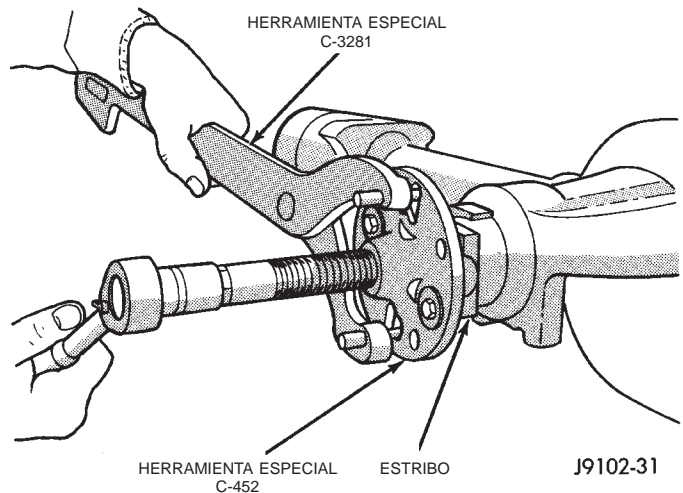

Fig. 17 Desmontaje del estribo del piñón
- (9) Para extraer el estribo del piñón, utilice el extractor C-452 y la llave C-3281 (Fig. 17).
(10) Para extraer el estribo del piñón, utilice el extractor C-452 y la llave C-3281 (Fig. 17).